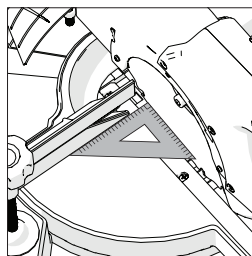

Fig. 19
- S'assurer que la tête de coupe se trouve dans la position de verrouillage inférieure et que la tige de fixation est totalement encliquetée. (cf. **Fig. 19**).
- Mettre l'équerre sur la table, le côté court sur la table et le côté long sur la lame de scie (pas sur les pointes TCT). **(Fig. 19)**